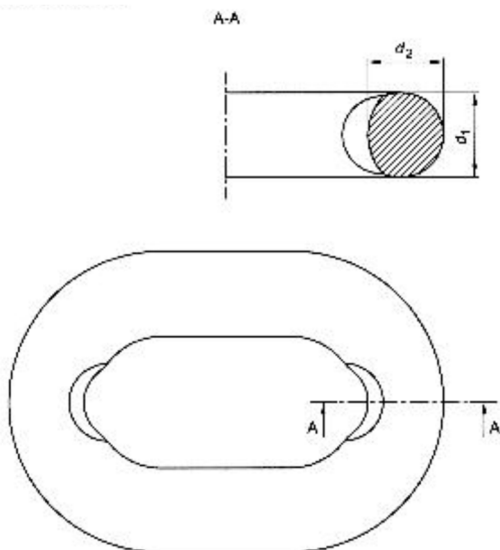

Fig. 5
- **USURA:** l'usura interna della maglia può essere misurata prendendo il diametro indicato (d1) e il diametro perpendicolare (d2) e confrontando la media dei due con il diametro nominale (dn); può essere tollerata una riduzione fino al 90% del diametro nominale (vedere Fig. 5).